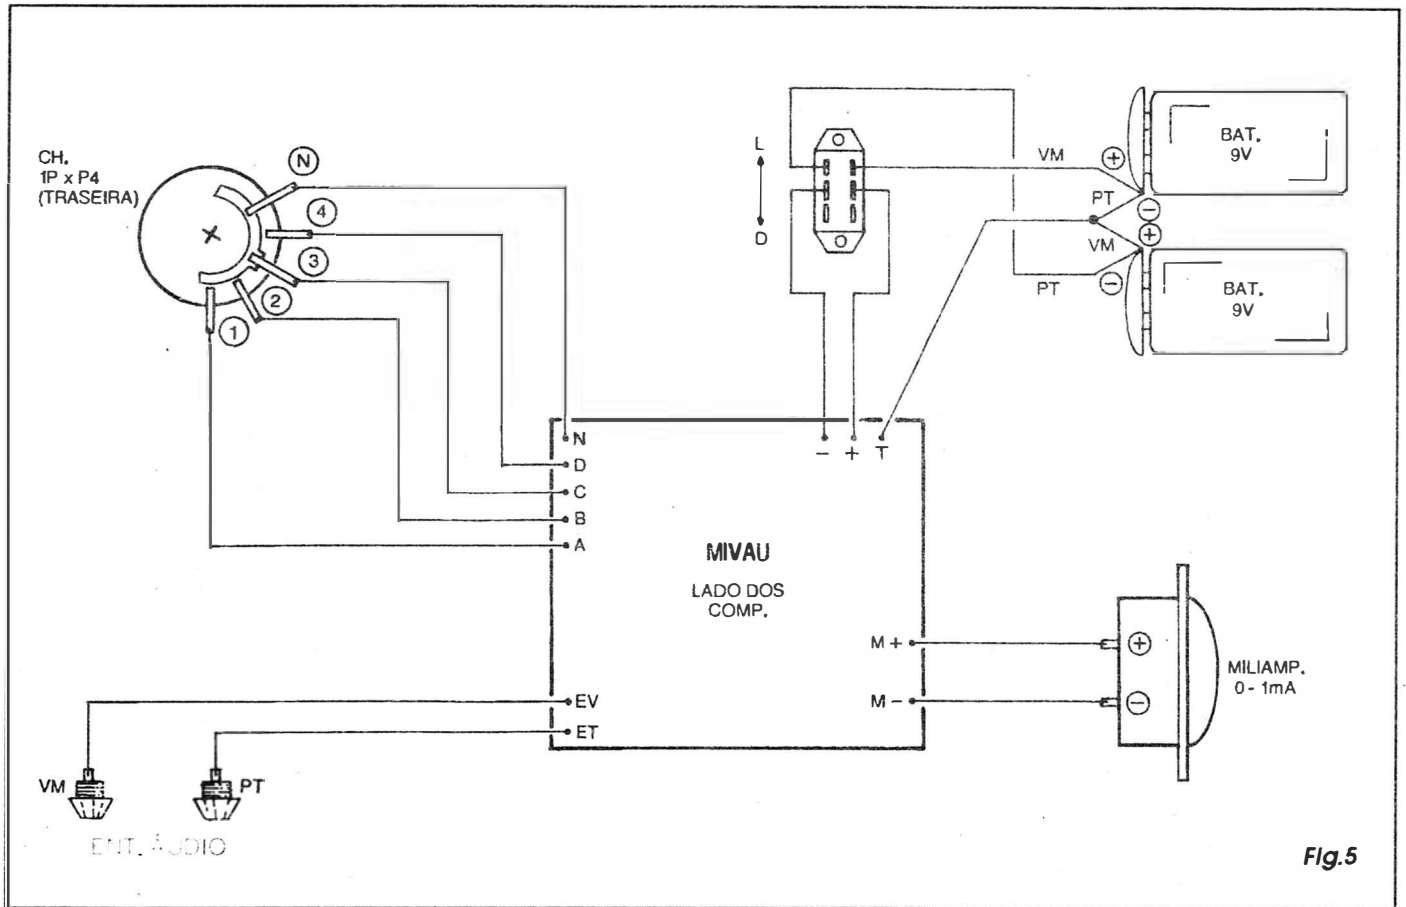

Fig.5
- FIG. 5 - CONEXÕES EXTERNAS À PLACA - A placa ainda é vista, na figura, pela sua face não cobreada (como no diagrama anterior...), porém agora o que nos interessa são as ligações externas, entre o impresso e o que fica *fora dele*... Embora simples, as conexões exigem certos cuidados e muita atenção, já que várias delas são polarizadas... Observar, inicialmente, as ligações aos jaques *banana* de entrada de medição, recomendando-se o uso de cores **vermelha** e **preta** (respectivamente